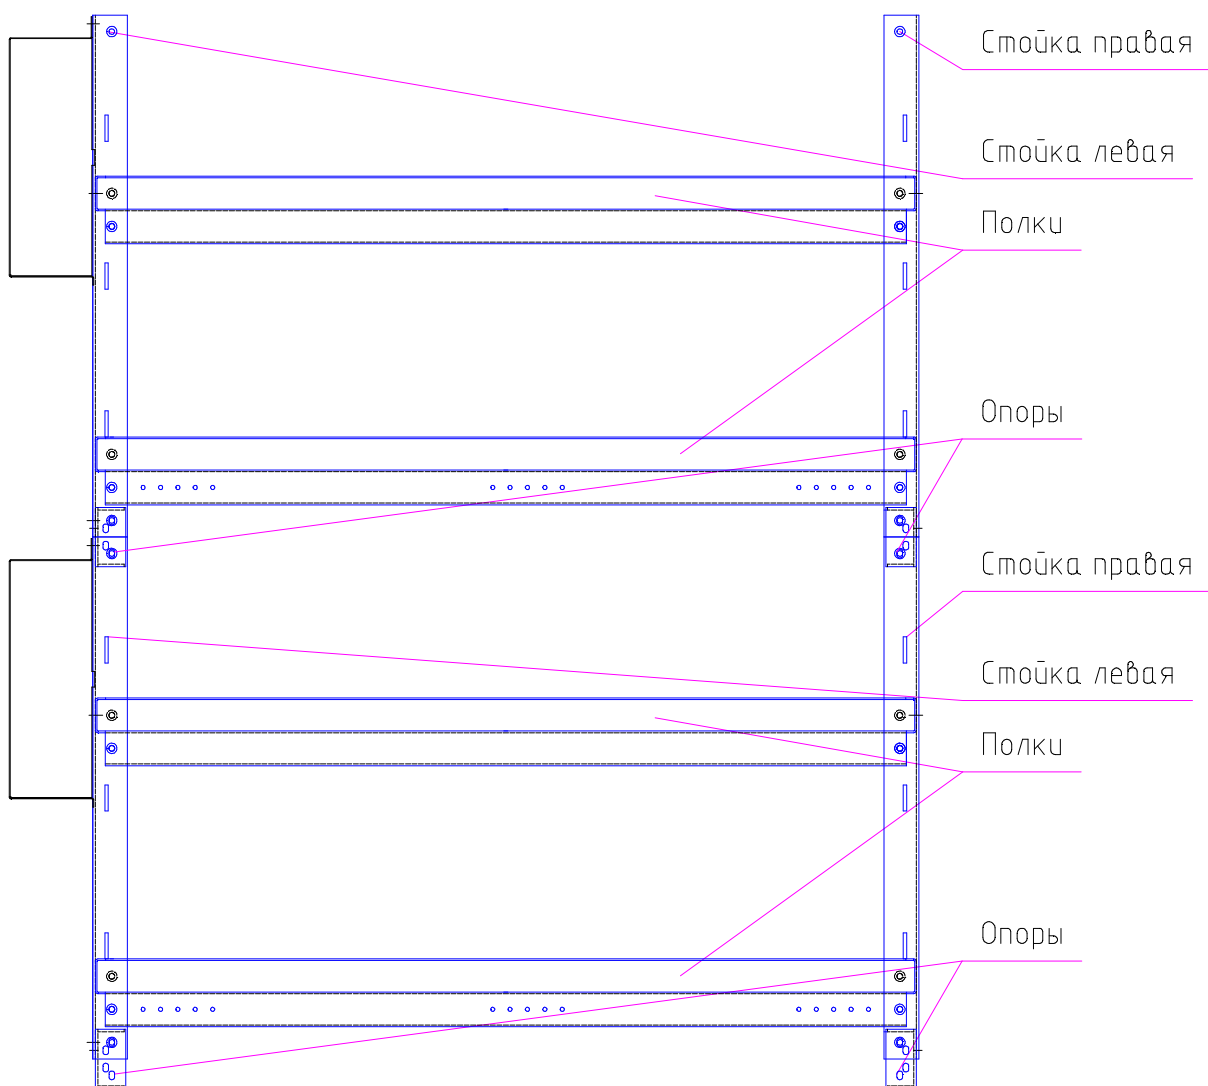

Рисунок 4.5 – Вид двух собранных и соединенных стеллажей MBS-01.
4.9 Для масштабирования стеллажей в высоту необходимо после пункта 4.3 закрепить опоры верхнего стеллажа на стойках нижнего (рисунок 4.5).